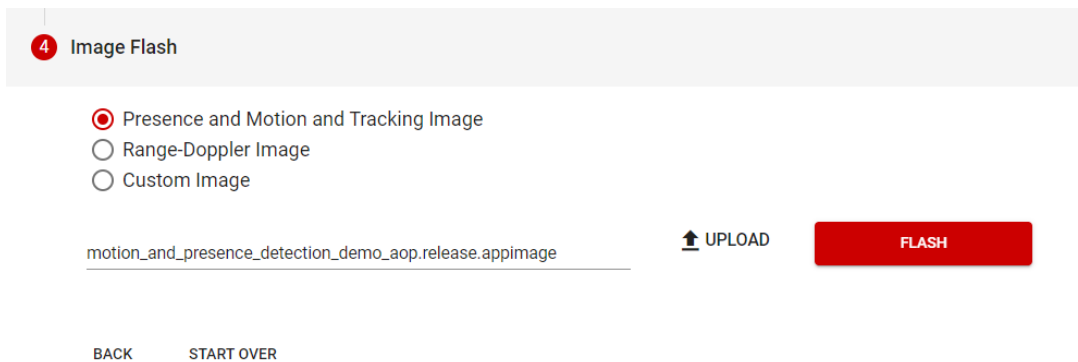

图 3-2. 开箱即用演示二进制应用程序
6. 在 **Image Flash** 菜单中选择要刷写到 EVM 的映像，或直接从毫米波 SDK (C:\ti\MMWAVE\_L\_SDK\examples\mmw\_demo\motion\_and\_presence\_detection\prebuilt\_binaries\iwrL64xx) 中上传映像。将应用映像加载到串行闪存中。与 图 3-2 中显示的类似。请参阅毫米波 SDK，了解用于运行开箱即用演示的闪存二进制文件。